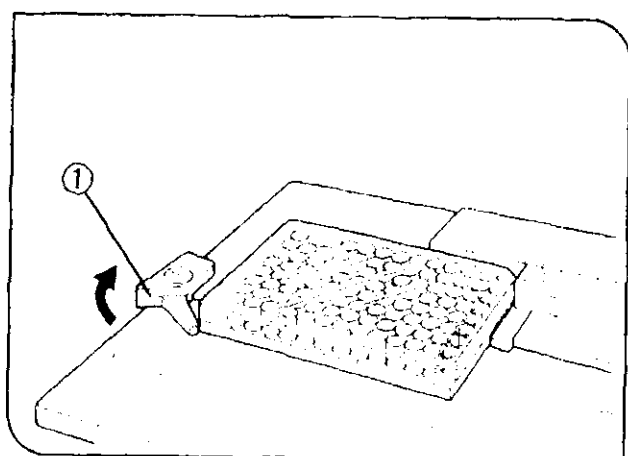

图 14
(图 14 和 15)
1. 打开样品夹上带弹簧的扳指，将滴定板滑入固定架。轻轻放开扳指，夹好 (图 14)